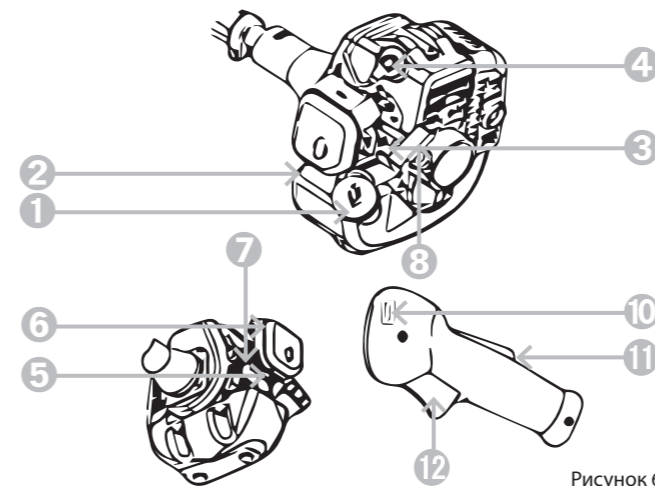

Рисунок 6.
- 2 Заполните топливный бак (2) (см. рис. 6) и надежно закрутите крышку (1).
- 3 Установите рычаг положения дроссельной заслонки (3) в положение «закрыто».
- 4 Закачайте топливо в карбюратор (7), нажав несколько раз на кнопку подкачки топлива (5).
- 5 При помощи рычага акселератора (12) и клавиши блокировки акселератора установите переключатель (10) в положение «старт».
6. Резко потяните за ручку пускового троса стартера (8), предварительно устранив свободный ход. Повторять до момента первого характерного выхлопа через глушитель.
7. Переведите рычаг регулировки положения дроссельной заслонки (3) в положение «открыто».
9. При однократном нажатии на клавишу блокировки акселератора (11) и рычага акселератора (12) двигатель перевернется в режим холостых оборотов. Частота вращения инструмента регулируется нажатием на рычагакселератора. Когда двигатель работает на холостых оборотах, режущий инструмент не должен вращаться.
Для выключения двигателя надо перевести переключатель (10) (см. рис. 6) в положение «ВЫКЛ». Двигатель заглохнет. После остановки на непродолжительный период времени двигатель можно запустить при открытом попожении дроссельной заслонки.